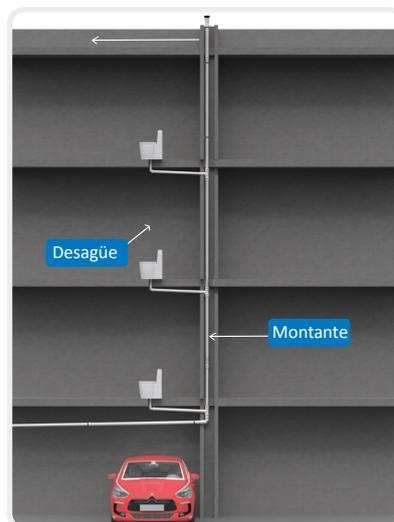

Figura 6. Esquema ventilación.
- Mediante instalación de válvula de aireación. (Figura 6).